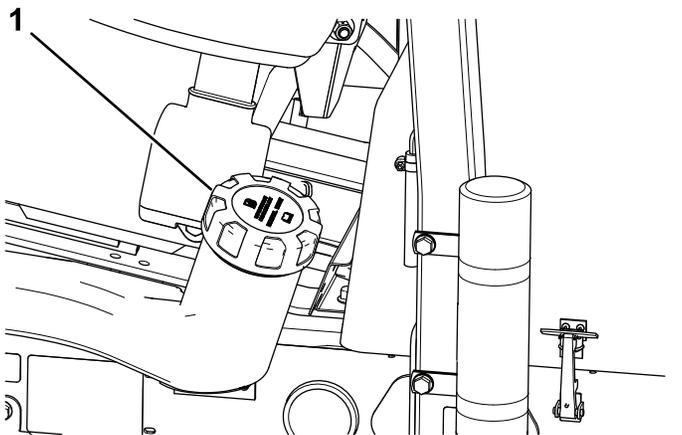

Рисунок 46
2. Очистите поверхность вокруг крышки топливного бака (Рисунок 46).